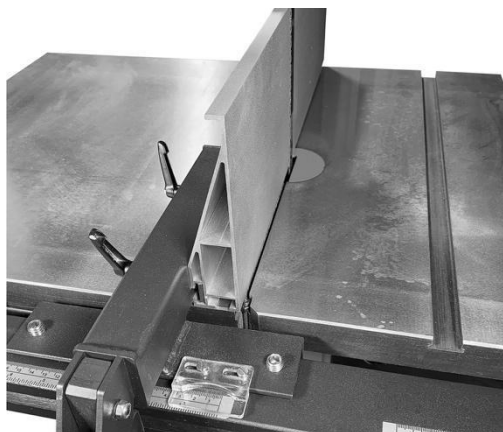

Рис. 30
1. Придвиньте планку упора к ленте (не отклоняйте ленты, нажимая на нее). см. рис.30.